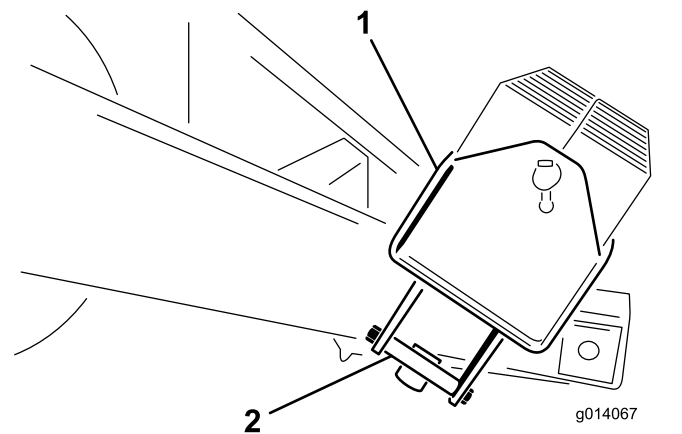

Рисунок 5
2. Удалите болты ($\frac{1}{2}$ x $5\frac{1}{2}$ дюйма) с монтажного кронштейна, удерживающего ящик для грузов. Удалите в отходы монтажные кронштейны (Рисунок 5).